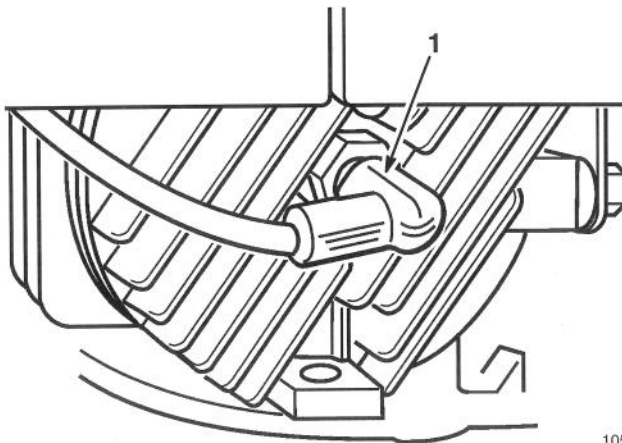

Figure 12
2. Rebrancher le fil de bougie (s'il a été débranché) (Fig. 12).